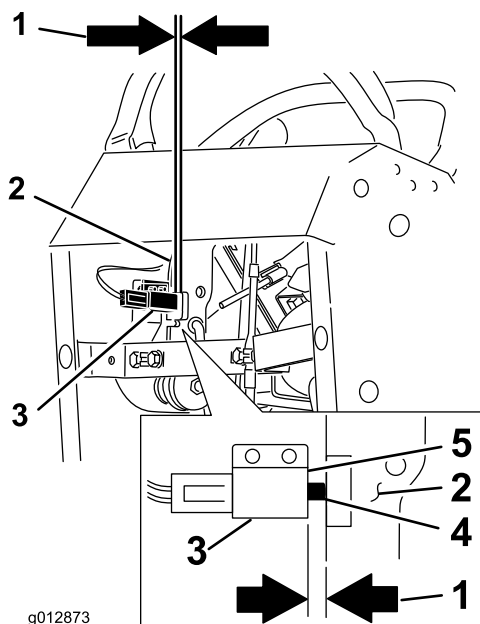

図 65
12. 図 65 に示されているように、ブレーキ・レバーとスイッチの面とのすき間を点検する。ブレーキを**掛けた状態**で、すき間が 3mm あることが必要である。